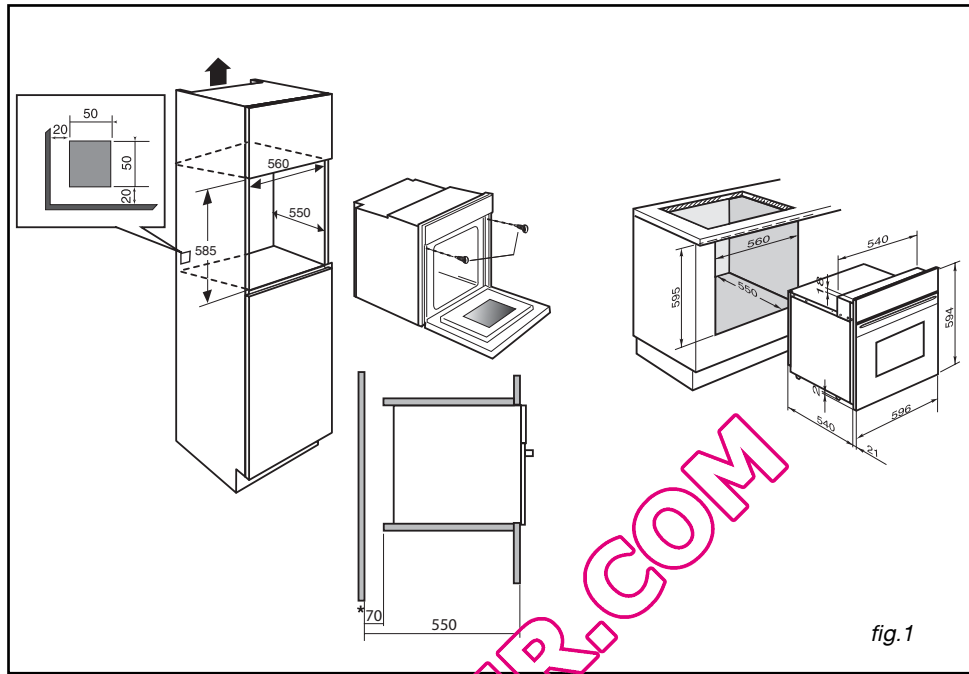

fig. 1
- Per una maggiore stabilità, fissare il forno nel mobile con due viti passanti dai fori previsti a tal scopo sui montanti laterali (fig.1).
- **Griglia di sicurezza con maniglia (fig.1)**